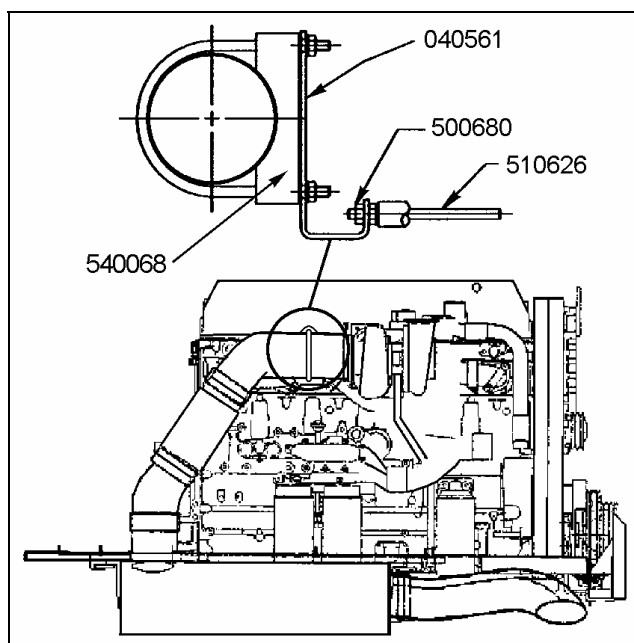

FIGURE 2 : VUE DU MOTEUR – CÔTÉ TURBOCOMPRESSEUR
6. Serrer les deux goujons avec écrou hex. (Prévoist #510626) du moteur à un couple de 58 - 73 Nm (43 - 54 lbf-pi). Installer le nouveau support de renforcement (Prévoist #040561) et serrer les écrous Stover (Prévoist #500680) comme le montre la figure 2.